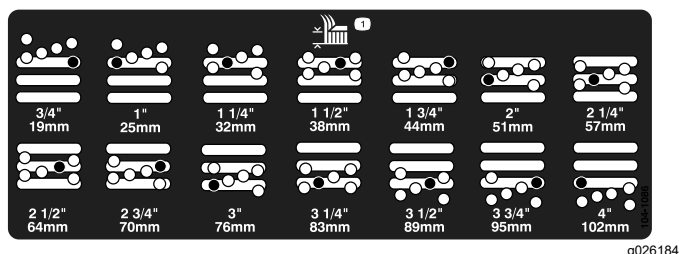

Рисунок 17
5. Переместите камеру на требуемую высоту скашивания и установите проставку в предусмотренные для этой высоты отверстие и паз (Рисунок 17).